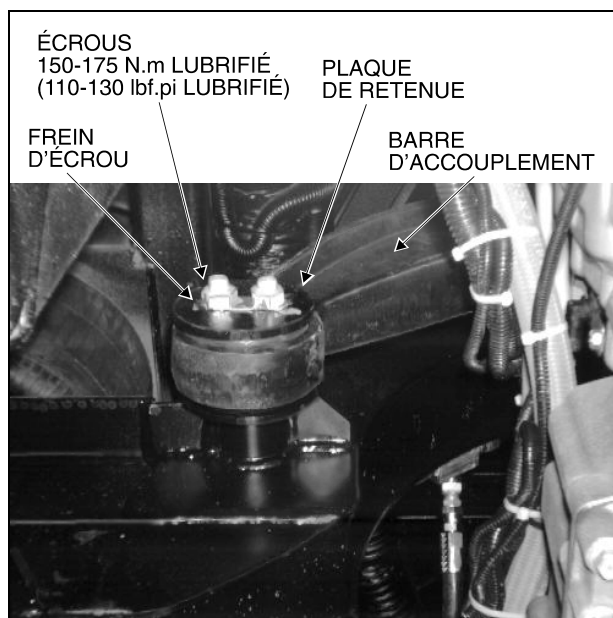

FIGURE 4
5. À l'extrémité gauche de la barre d'accouplement, déplier le frein d'écrou qui bloque les deux écrous, dévisser les deux écrous et retirer la plaque de retenue (Fig. 4).